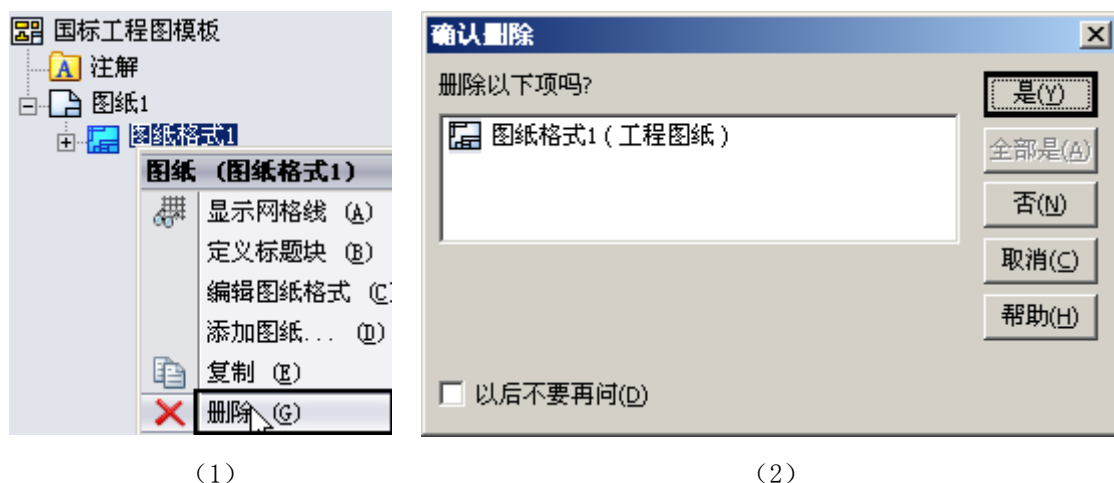

图 2-23 删除图纸格式
在界面左侧的管理器窗口中，如图 2-23 (1) 所示，展开并单击“图纸 1”下的“图纸格式 1”，然后单击鼠标右键，在出现的下拉菜单中单击“删除”，在弹出的“确认删除”对话框中，如图 2-23 (2) 所示，单击“是”，删除默认的图纸格式。